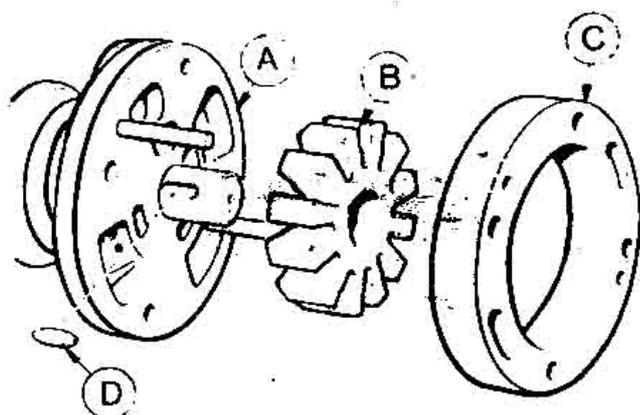

Рис. 11.54. Насос усилителя рулевого управления в разборе (Разд. 40)
6. Пользуясь двумя отвертками в качестве рычагов, отделите главную часть корпуса от его передней части, затем снимите стопорное кольцо держателя роликов и снимите держатель и его шпонку (Рис. 11.54).